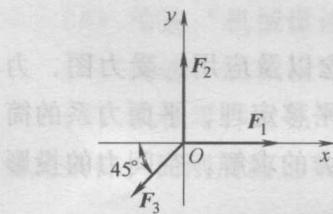

图 1-4
(4) 平面汇交力系如图 1-4 所示, 已知  $F_1 = F_2 = F_3 = 2\text{kN}$ , 则该力系合力  $F_R$  的大小为 ( )。